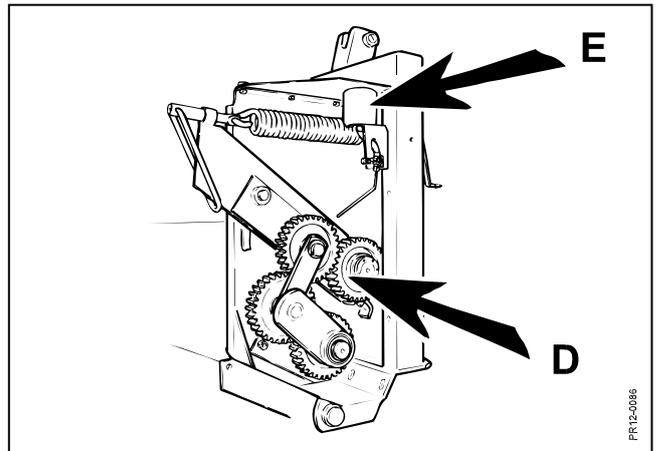

Fig. 5-18
- Fig. 5-18** La ruota dentata di comando dei rulli (su **D**) viene lubrificata per caduta a gocce. Il serbatoio dell'olio **E** viene riempito con olio da taglio per catena. Riempire dopo ogni 20 ore di lavoro circa (0.5 litri). Assicuratevi che non entri sporcizia nel serbatoio, chiudendo l'alimentazione dell'olio.